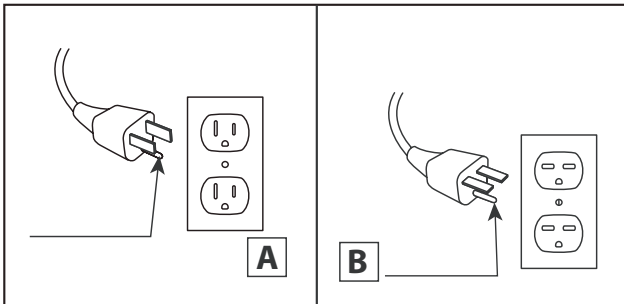

Fig.1
12. Connect to properly grounded outlets only. This heater is for use on 120 volts. The cord has a plug as shown at A in Fig.1 Do not use a 2 prong adapter. Never use with an extension cord or relocatable power tap (outlet/ power strip).
12. tomacorriente. Conectar solamente a una toma de corriente con conexión a tierra adecuada. Este calentador debe utilizarse con 120 voltios. El cable incluye un enchufe tal como se muestra en la figura A en la Fig.1. No utilice un adaptador de 2 clavijas. Nunca use un cable de extensión o tomas de alimentación reubicable (enchufes/ regletas).
12. Brancher uniquement dans une prise de courant munie d'une mise à la terre. Cet appareil de chauffage a été conçu pour être utilisé sous une tension de 120 V. La fiche du cordon est montrée à la figure 1 en A. Ne pas utiliser d'adaptateur de 3 broches à 2 broches. Ne jamais utiliser avec une rallonge ou une barre d'alimentation (multiprises).